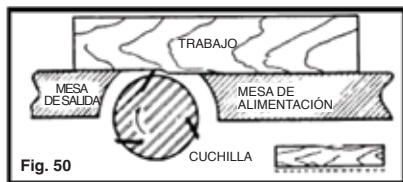

Fig. 50
10. Gire cuidadosamente el cabezal de corte (G) Fig.50 manualmente hasta que la parte redonda del cabezal de corte esté en la posición superior como se muestra.